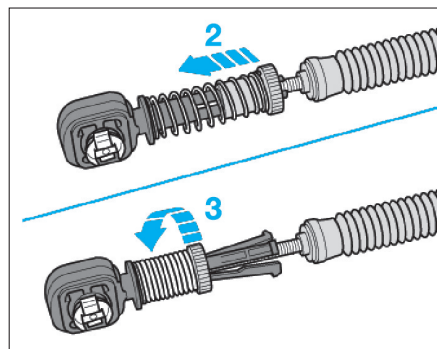
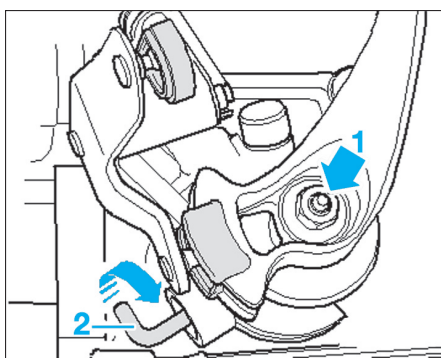

Fig. 12
Fig. 15
- Repousser le mécanisme de sûreté des câbles vers l'avant jusqu'en butée (2) (Fig.12).
- Tourner le mécanisme de sûreté des câbles vers la droite (3) jusqu'à ce qu'il se verrouille.
- Bloquer l'arbre de commande comme suit (Fig.15) :
- enfoncer l'arbre dans le sens de la flèche (1),
- pousser la pigne (2) jusqu'à ce qu'elle s'enclenche dans l'arbre de commande.